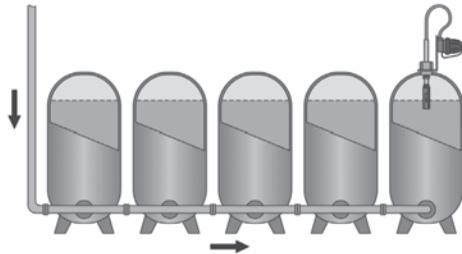
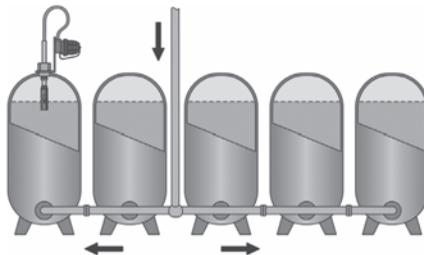

Bild 2: Grenzwertgeber in Füllrichtung gesehen auf dem letzten Tank einbauen
Bild 3: Befüllung von unten und mittig: Grenzwertgeber in Füllrichtung gesehen auf dem letzten Tank, jedoch näher der senkrechten Füllleitung einbauen.
- **Einbauort des Grenzwertgebers nach Bild 2 und Bild 3 beachten!**